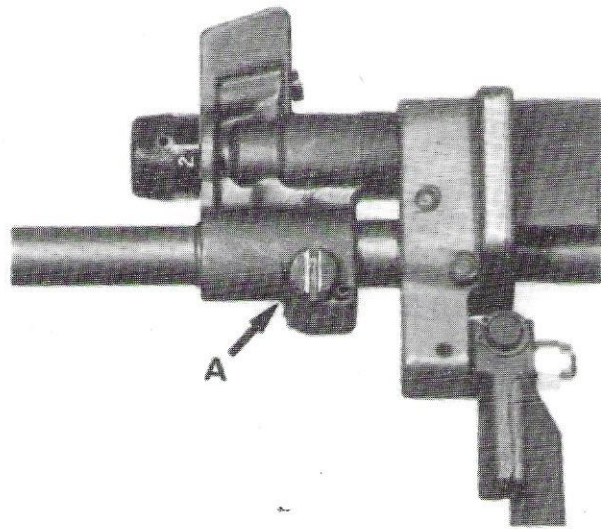

Figure 9 : Déverrouillage du support de guidon.
- à l'aide d'une pièce de monnaie fine tourner la vis (repère A, fig 9) de support de guidon d'un 1/2 tour, faire coulisser vers l'avant le support de guidon,
- verrouiller le support de guidon en tournant la vis (repère A fig 9) d'un 1/2 tour,